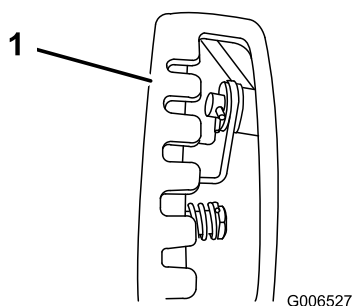

Figure 13
**Remarque:** Pour faciliter l'installation, regardez par l'ouverture du sélecteur de vitesses (Figure 13).